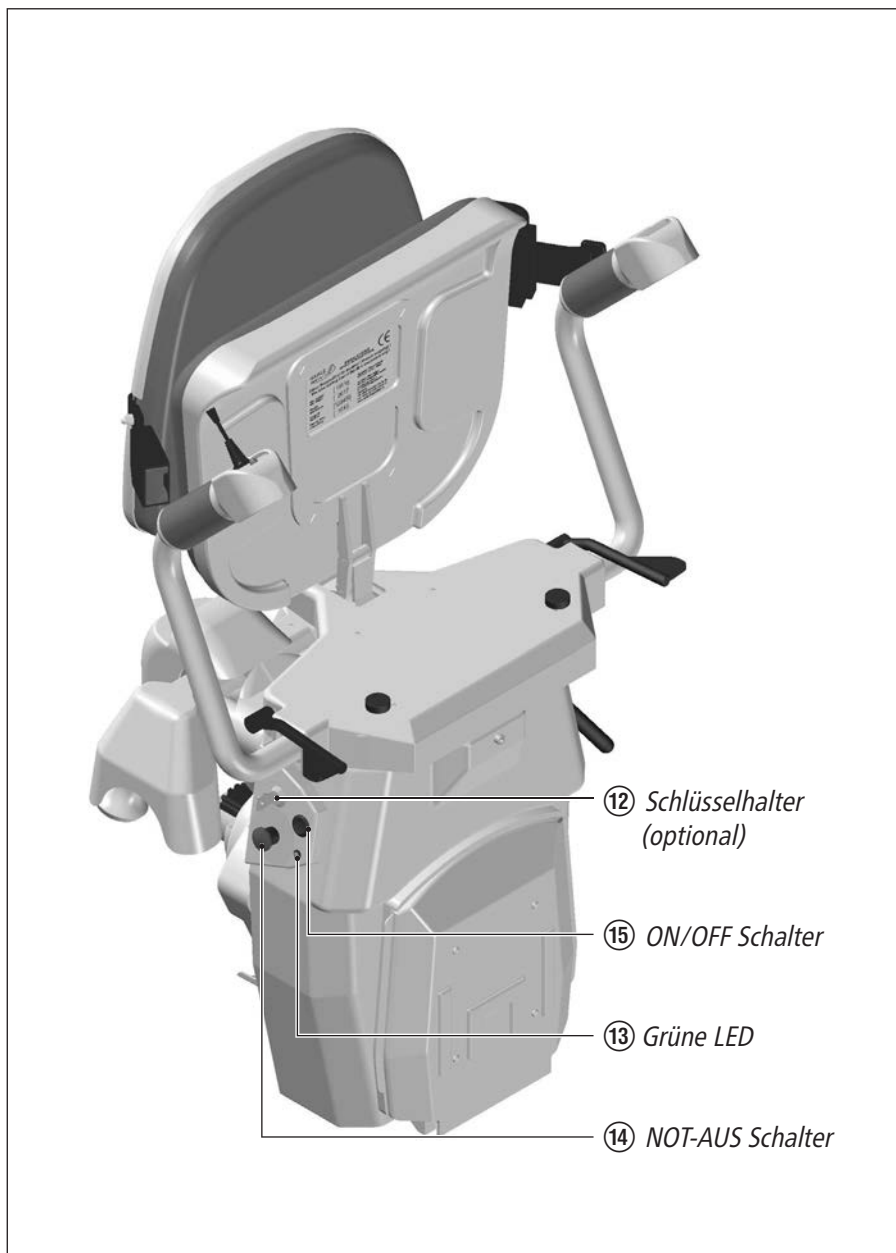
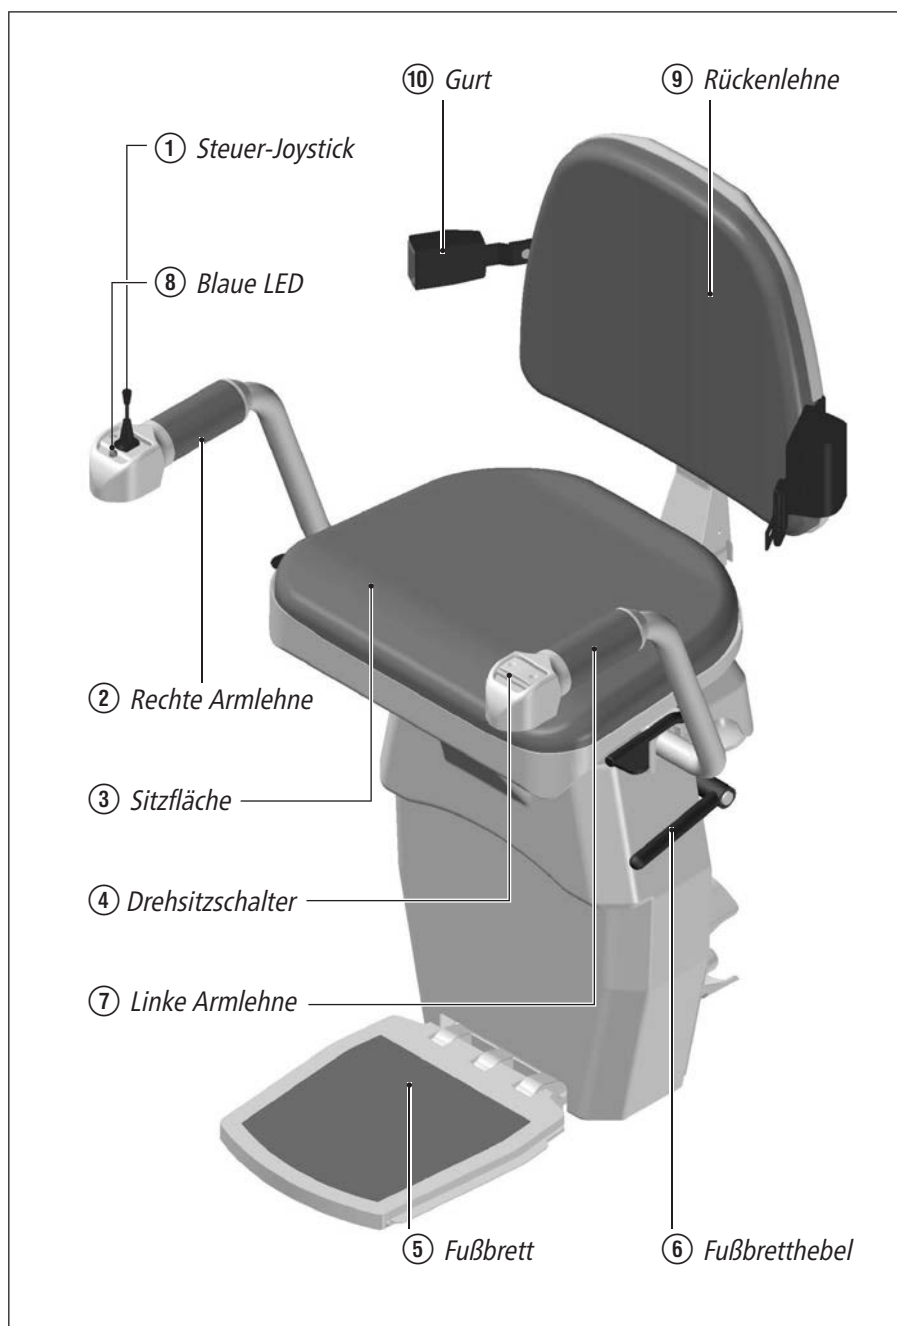
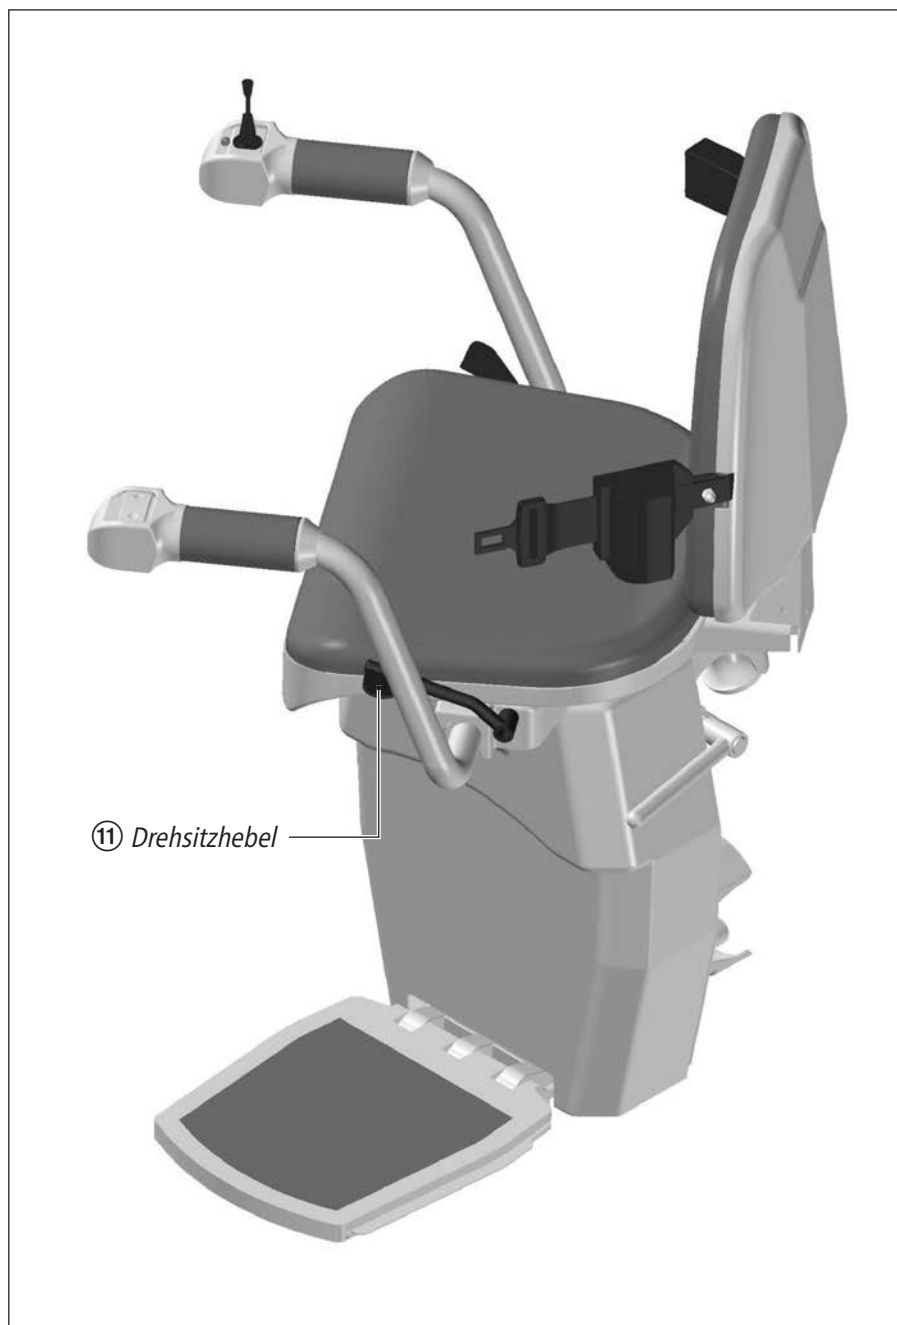

Abb. 4
Abb. 5
Abb. 5.1
Um im Parkbereich Platz zu sparen ist der Lift zusammenklappbar (siehe Abb. 4).
- Bringen Sie die Armlehnen ② und ⑦ (siehe Abb. 4) in waagerechte Position (siehe Abb. 5).
- Ebenso die Sitzfläche ③.
- Klappen Sie mit dem Fußbretthebel ⑥ das Fußbrett ⑤ herunter. Anschließend setzen Sie sich auf den Sitz ③. Indem Sie den Joystick ① (siehe Abb. 5) betätigen können Sie den Lift starten und wie folgt bewegen:
- ⑪ eine Unterbrechung der Steuerung wird nur im Falle eines Hindernisses empfohlen.
- Um den Lift am Schienenende anzuhalten müssen Sie den Joystick betätigt halten bis der Lift die Ladestation erreicht hat und von selbst stehen bleibt. Wenn die Blaue LED ⑧ neben dem Joystick auf der Armlehne leuchtet, zeigt sie, dass der Lift auf der Ladestation steht und die Akkus vom Ladegerät geladen werden.
- Bei Fahrtende und wenn Sie das obere Schienenende erreicht haben können Sie die Sitzfläche ③, sowie die Rücken- und Armlehnen ② und ⑦ (siehe Abb. 5) bis max. 90° drehen, um Ihnen den Aus- und Einstieg vom und in den Stuhl zu erleichtern.
- Betätigen Sie die Drehsitzhebel ⑪ und drehen Sie langsam den Sitz. Sobald der Sitz sich zu drehen beginnt, lassen Sie den Griff ⑪ los und setzen die Drehung in Ausstiegsrichtung fort. Der Drehsitz hält bei 75° (siehe Abb. 5.1). Wenn Sie bis auf 90° drehen möchten, betätigen Sie die Drehsitzhebel ⑪ erneut und drehen den Sitz in derselben Richtung weiter bis zu seinem Halt bei 90°.
- Zur Rückkehr des Sitzes in die normalen Fahrstellung betätigen Sie die Drehsitzhebel ⑪ erneut und drehen den Sitz in der entgegengesetzten Richtung bis der Sitz in der normalen Fahrstellung hält.
Der Lift kann optional mit einem elektrischen Drehsitz ausgestattet werden. Diese Bewegung wird mit einem Schalter ④ (siehe Abb. 5) wie folgt gesteuert:
- Heben Sie die Sitzfläche ③, die Armlehnen ② und ⑦ an und betätigen Sie den Fußbretthebel ⑥ (siehe Abb. 5). Falls der Lift noch nicht seine Parkposition erreicht hat, schicken Sie ihn anschließend mit Hilfe der Fernbedienung in die Ladestation/ Parkposition.
Die grüne LED ⑬ (siehe Abb. 4) dient zur Fehlerdiagnose bei eventuellen Störungen. Teilen Sie diesen Code (immer wenn die LED blinkt und erlischt) der für die Wartung des Liftes zugelassenen Firma mit, um schneller und effektiver Störungen beheben zu können.